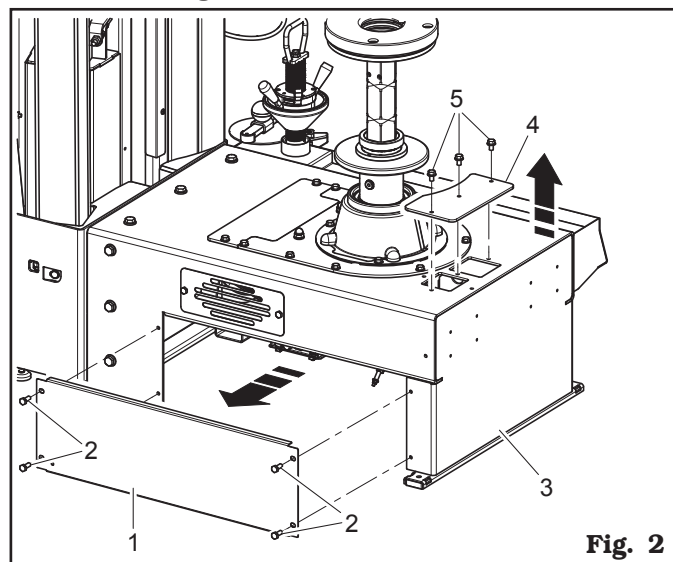

Fig. 2
2. Quitar el cárter lateral izquierdo (**Fig. 2 ref. 1**) del chasis del desmontagoma (**Fig. 2 ref. 3**) desatornillando los tornillos de fijación (**Fig. 2 ref. 2**). Quitar la placa (**Fig. 2 ref. 4**) desenroscando los tornillos (**Fig. 2 ref. 5**).